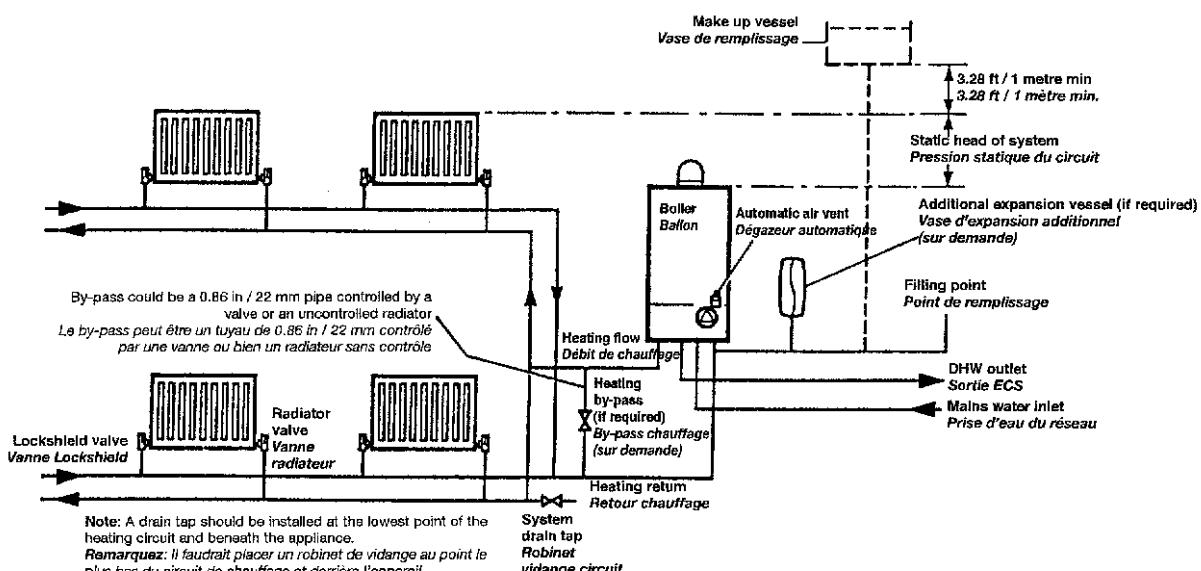

Fig. 13
3.7 CENTRAL HEATING SYSTEM - Fig. 13
3.7 LE CIRCUIT DE CHAUFFAGE CENTRAL - Fig. 13
The system design pressure (cold) should be set to (1.0-1.5) bar. This pressure is equivalent to the maximum static head (see Fig. 13) in bar + 0.3 (14.5 p.s.i. = 1 bar = 10.2 metres of water).
La pression du circuit (à froid) devrait être établie à (1.0-1.5) bar. Cette pression correspond à la pression statique maximale (voir Fig. 13) en bar + 0.3 (14.5 p.s.i. = 1 bar = 10.2 mètres d'eau).